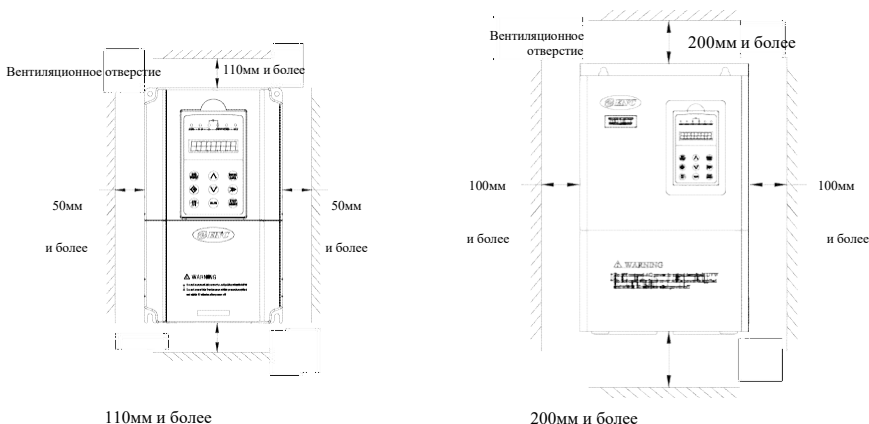

Рис.3-1 Пространство для монтажа
- (1) Рекомендуется устанавливать преобразователь вертикально. При горизонтальной установке снижается эффективность отвода тепла, и преобразователь будет использоваться не в полной мощности.
- (2) Минимальные требования к месту и габаритам при монтаже указаны на Рис.3-1.